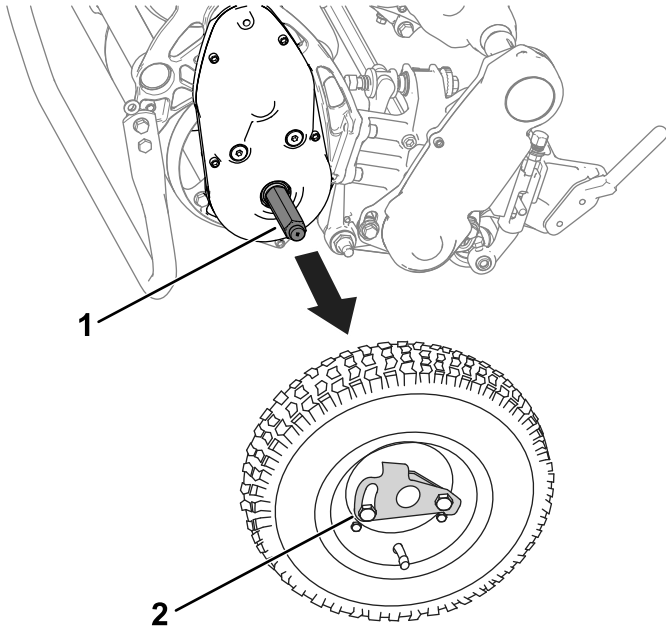

Figura 22
- Retire las ruedas de transporte empujando los clips de retención de las ruedas para sacarlos de los ejes (Figura 22).